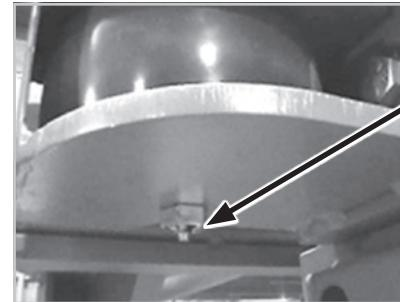

Figura 90
- Engrase las ruedas guía (figura 90).